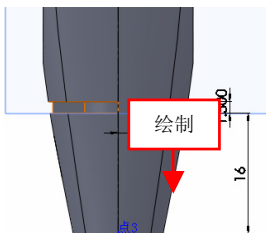

图 15-55 绘制草图对象
(9) 单击【旋转切除】按钮, 选取基准面 4 对象, 进入草图绘制环境, 单击相应的按钮, 绘制草图对象, 如图 15-55 所示。